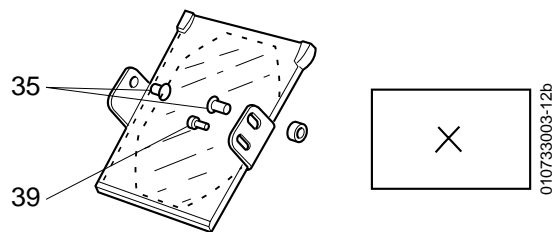

FIG. 2
- 2) Die Lampenhalterung entfernen (Abb. 2).